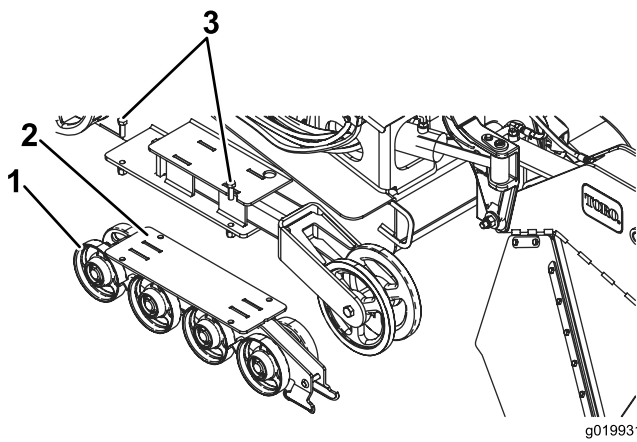

Figure 50
2. Retirez les 4 boulons de fixation de chaque guide-chaîne inférieur qui contient les galets de roulement, et déposez-les (Figure 50).